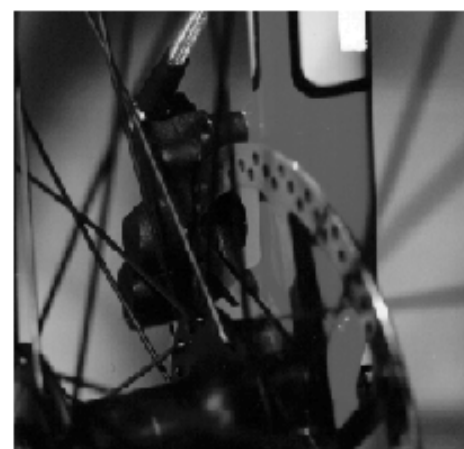

FIG. 11
Fissare, senza stringere, la pinza con le viti (A) (fig.9) utilizzando una chiave a brugola. Inclinare la bicicletta facendo in modo che la pompa, collegata alla pinza montata, si porti in posizione verticale con la leva freno verso l'alto (fig.10). Essendo l'impianto pompa-tubo-pinza già assemblato e spurgato, dopo un paio di frenate a vuoto la corsa della leva diminuisce fino alla condizione di lavoro ottimale. Dopo aver rilasciato la leva freno fare girare la ruota verificando che ruoti liberamente e che le pastiglie siano alla stessa distanza dal disco freno (fig.11), quindi con la pinza perfettamente centrata con il disco. Tale centratura può essere ottenuta con rondelle di spessoramento. Trovata la condizione ottimale di centraggio tra il disco e le pastiglie serrare le viti (A) (fig.9) di fissaggio pinza alla coppia di 10-12 Nm.